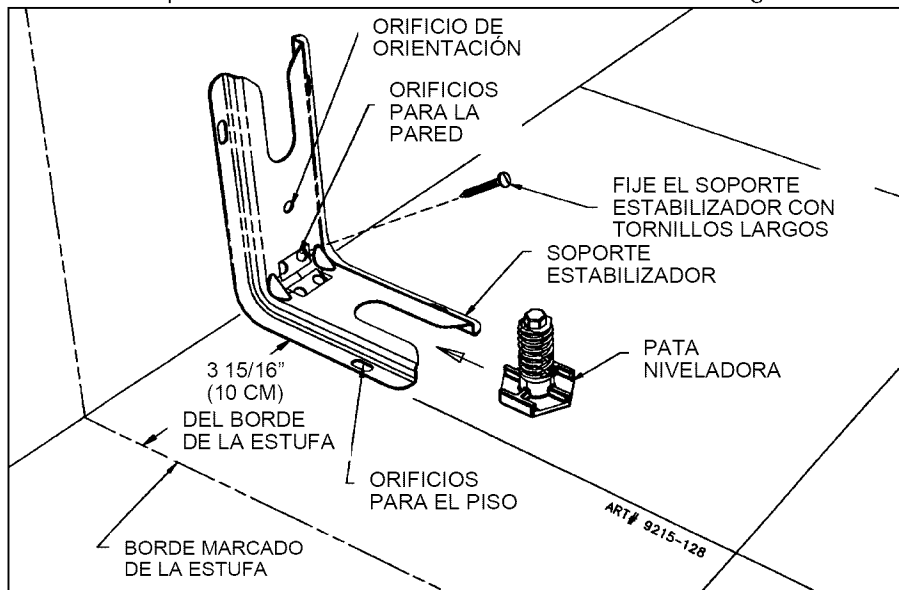
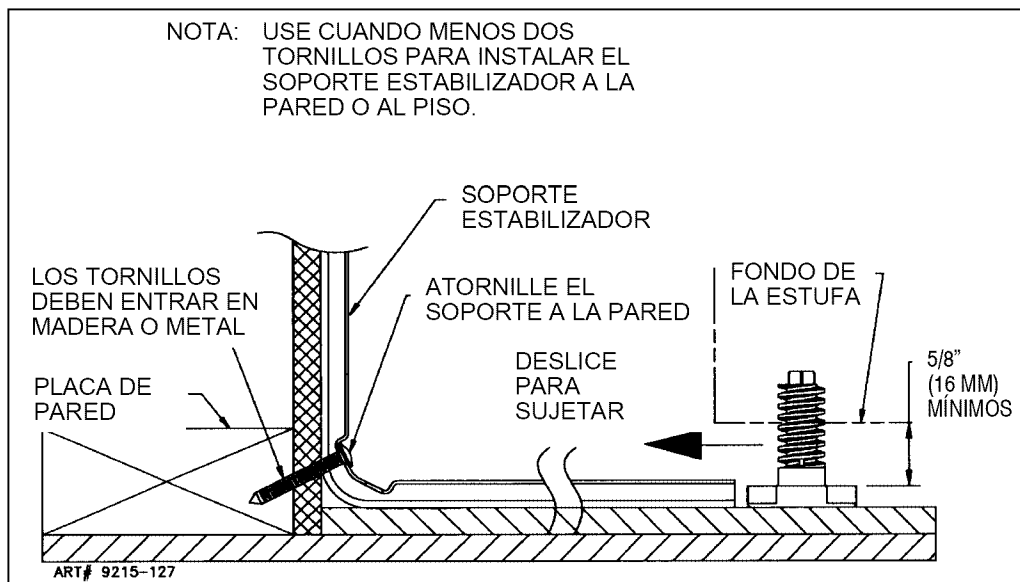

FIGURA 2
FIGURA 3
PASO 1 – Ubicación del soporte (vea la figura 2)
- Coloque el SOPORTE de 3 15/16” (10 cm) del “BORDE” marcado hacia el centro del hueco y contra la pared posterior, según se muestra en la figura 2, con el orificio orientado contra la pared.
- Use el soporte como plantilla y marque los orificios necesarios, según se muestra en la figura 2, para el tipo de construcción que usará.
- Piso: Ubique el centro de los dos orificios que se identifican en la figura 2 como “ORIFICIOS PARA EL PISO”. Taladre un orificio piloto con una broca de 1/8” en el centro de cada orificio (puede usar un clavo o un punzón si no tiene un taladro disponible). Asegure el soporte ESTABILIZADOR al piso con los dos tornillos provistos. Continúe con el PASO 3.
- Pared: Ubique el centro de los dos orificios que se identifican en la figura 2 como “ORIFICIOS PARA LA PARED”. Taladre un orificio piloto en ángulo con una broca de 1/8” en el centro de cada orificio como se muestra en la figura 3. (Puede usar un clavo o un punzón si no tiene disponible un taladro). Asegure el soporte ESTABILIZADOR a la pared con los dos tornillos provistos según se muestra en la figura 4. Continúe con el PASO 3.
1. Pueden obtenerse tornillos apropiados para la construcción de concreto en una ferretería. Taladre el orificio del tamaño requerido para los tornillos que haya obtenido, en el concreto, en el centro de los orificios identificados en la figura 2 como "ORIFICIOS PARA EL PISO" Asegure el soporte ESTABILIZADOR al piso. Continúe con el PASO 3.
- A. Alinee la estufa en su ubicación final y deslícela hacia atrás en su lugar. Asegúrese de que la pata niveladora esté completamente insertada y asegurada en el soporte ESTABILIZADOR. Nota: Se requiere un espacio libre de cuando menos 5/8" (1.58 cm) entre la estufa y la pata niveladora que se enganchará al soporte ESTABILIZADOR, vea la figura 3.